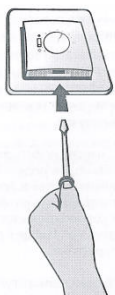

Рис. 3. Снятие передней панели терморегулятора.
2. Для установки терморегулятора нужно снять его переднюю панель. Для этого при помощи плоской отвертки или канцелярской скрепки необходимо осторожно нажать на пружинящую защелку, находящуюся напротив центральной прорези в нижней части корпуса, одновременно оттягивая к себе центральную крышку панели за её нижнюю часть (Рис.3).